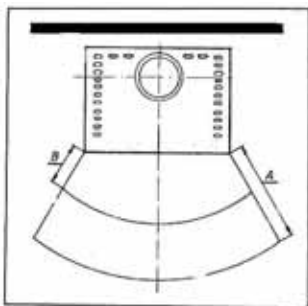

Bild 8
Im Sichtbereich (Strahlungsbereich) des Feuers muss zu brennbaren Bauteilen, Möbel oder auch z.B. zu Dekostoffen ein Abstand von mindestens **80 cm (A)**, gemessen ab Vorderkante Feuerraumöffnung eingehalten werden. Der Sicherheitsabstand reduziert sich auf **40 cm (B)**, wenn ein belüfteter Strahlungsschutz vor das zu schützende Bauteil montiert wird (Beispiel siehe Abb. 8)